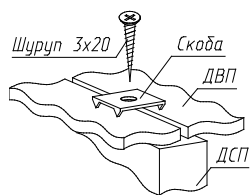
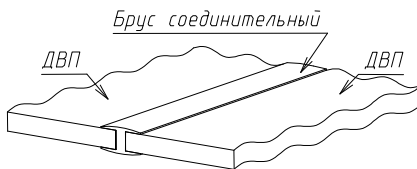

Рис.3
Рис.4
1. Собрать каркас шкафа по схеме сборки (рис. 3) с помощью евроинтов (рис. 1) и стяжек эксцентриковых (рис.2), предварительно установив фурнитуру, пластмассовые опоры (поз.59).
3. Закрепить задние стенки из ДВП гвоздями Ø1,2x20 по периметру с шагом 100мм и по углам шурупами Ø3x20, скрепками (поз.67)(рис. 3) и шурупами Ø3x20 в местах стыка на полках. Между собой задние стенки (поз.13) стыкуются соединительным брусом (рис.4).